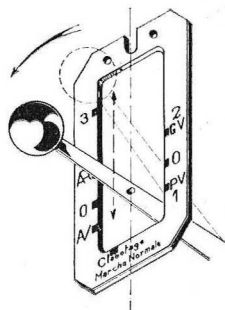

Fig. 22
### Pour claboter la roue droite (fig. 22).
- Claboter la roue. (Vous reporter à la fig. 22 et, en cas de difficulté, au Nota).